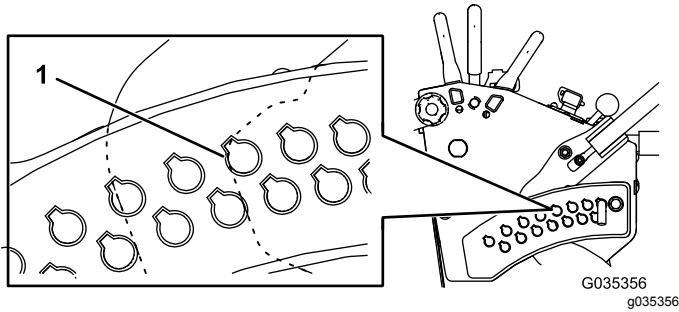

Figura 2
- Tire levemente la palanca de altura de corte hacia atrás con un dedo y observe la posición de la palanca respecto de la tangente del taladro para la altura de corte de 7.6 cm (3") (Figura 2).
- Ajuste el acoplamiento hasta que la palanca interseque con el taladro de 7.6 cm (3") cuando tire la palanca hacia atrás con un dedo (Figura 2).